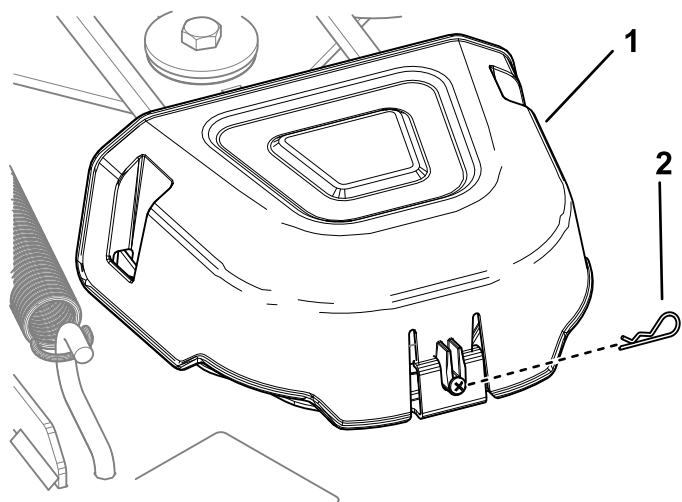

Figura 53
4. Retire el pasador de horquilla y presione la pestaña de la cubierta para retirar las cubiertas de las poleas (Figura 53).